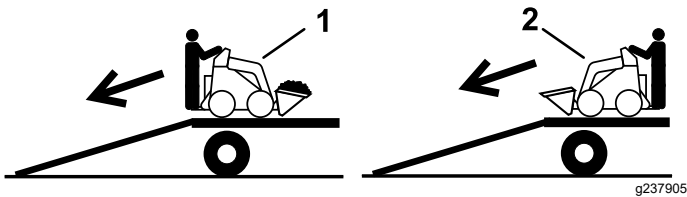

Bild 15
2. Fahren Sie beim Entladen vom Anhänger mit dem schweren Ende der Maschine auf die Rampe und befördern Sie Lasten niedrig (Bild 15).